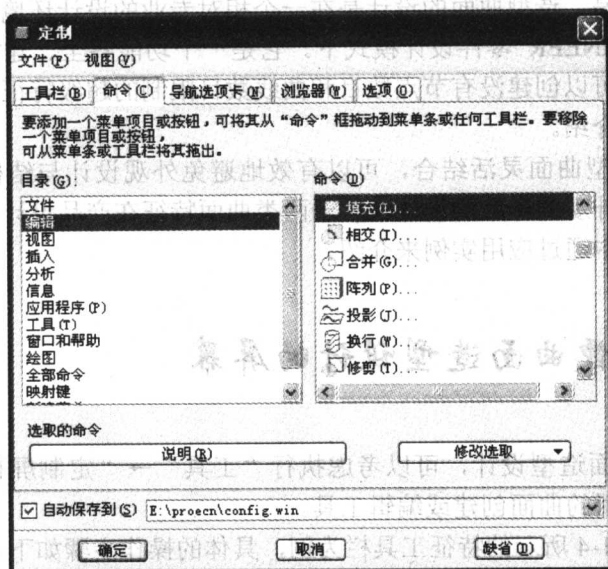

图 1-6 “定制”对话框
(3) 进入“命令”选项卡，在“目录”列表框中选择“编辑”选项，然后在“命令”列表框中选择要添加的命令（工具）。如图1-6所示，选择“填充”命令，然后按住鼠标左